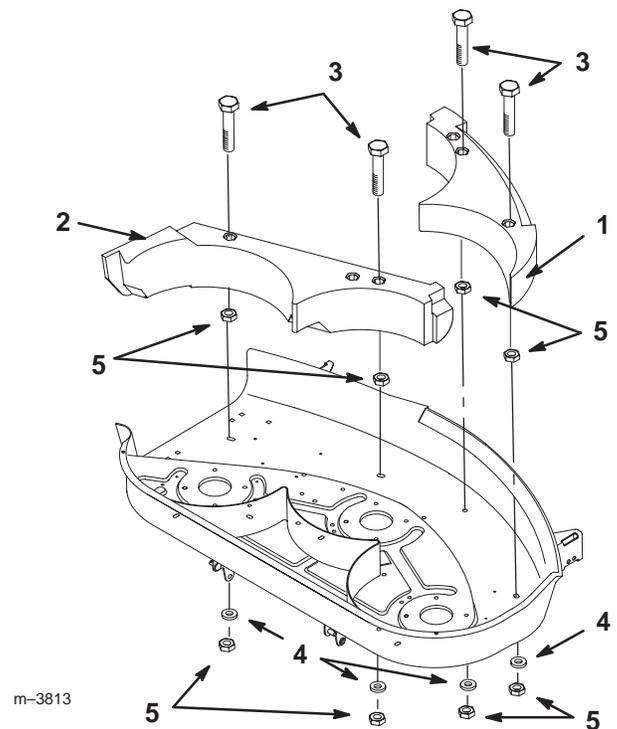

Bild 21
2. Legen Sie das linke und rechte Ablenklech so in die Schneidkammer, dass die verlängerten Ansätze ineinander greifen. Befestigen Sie sie mit 4 Sicherungsmuttern (5/16 Zoll) und 4 Sicherungsscheiben (Bild 21).